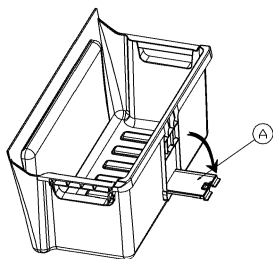

FIGURE -1-
- 1-Retirez le bac inférieur du compartiment congélateur et ouvrez le **couvercle du système de vidange (A)** situé à l'arrière du bac (figure-1).